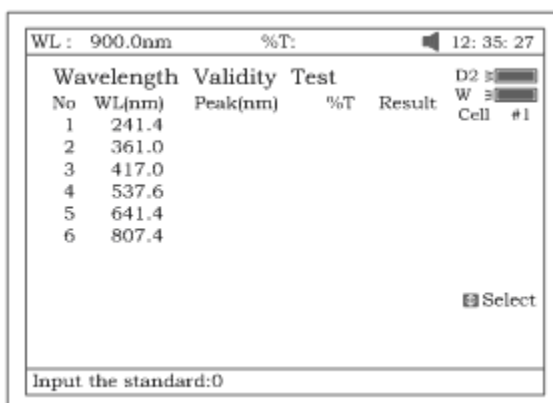

Рисунок 96
1. Чтобы установить величину стандартного пика, нажмите **[F1]**. Нажатие клавиши **[ВВОД]** предоставляет возможность редактирования. Введите значение длины волны с цифровой клавиатуры (рис.96). Чтобы завершить ввод и выйти из формы, нажмите **[ОТМЕНА]**.